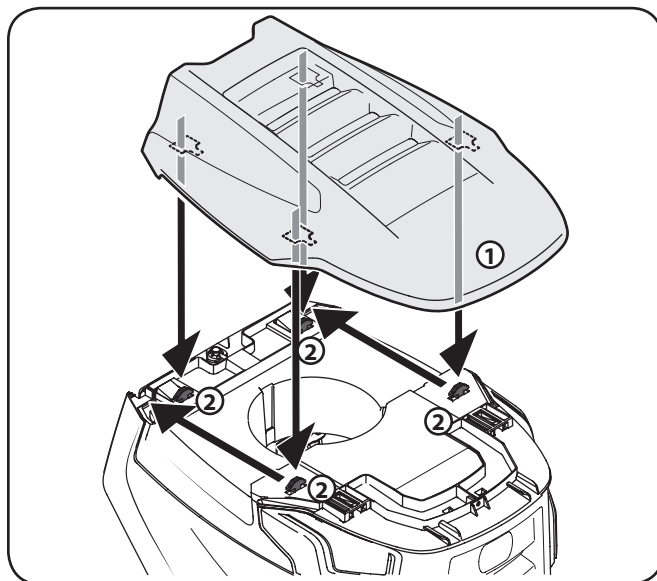

Figura 3-6
Para instalar la tapa del capó (1), alinear los orificios de la tapa del capó (1) con las lengüetas (2) del cuerpo del capó como se muestra en Figura 3-6. Inserte las lengüetas (2) en la tapa del capó y tire hacia atrás para trabar en su lugar.